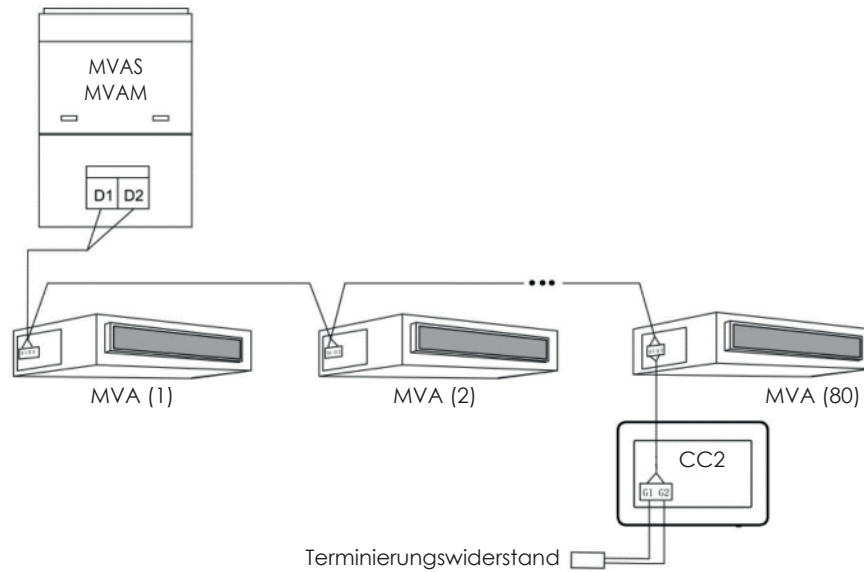

Abb. 3.4 An das interne Netz angeschlossene zentrale Steuereinheit
2. Wenn die zentrale Steuereinheit an das Netz der Innengeräte angeschlossen werden muss, die Anschlüsse gemäß Abb. 3.4 herstellen. Die Steuereinheit kann sich in Reihe geschaltet mit jedem Innengerät verbinden, d. h. die Schnittstellen G1 und G2 der Steuereinheit werden mit den Schnittstellen D1 und D2 im Bereich der Kommunikationskabel verbunden. Wenn die Steuereinheit mit dem Endgerät des internen Netzes verbunden ist, muss ein mit den Kommunikationskabeln übereinstimmender Widerstand an den Schnittstellen G1 und G2 hinzugefügt werden.